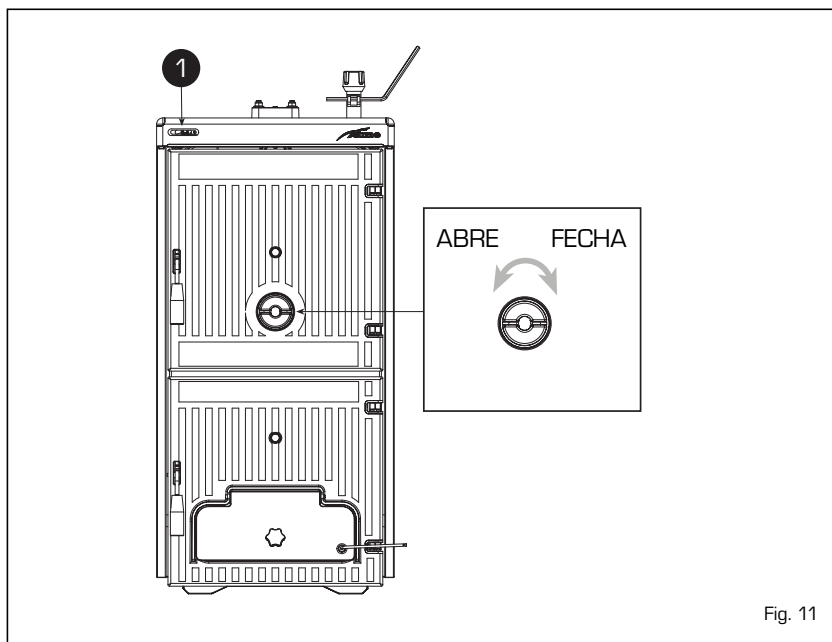

Fig. 11
5.2 TERMÓMETRO CALDEIRA (fig. 11)
5.3 REGULAÇÃO DE AR (fig. 11)